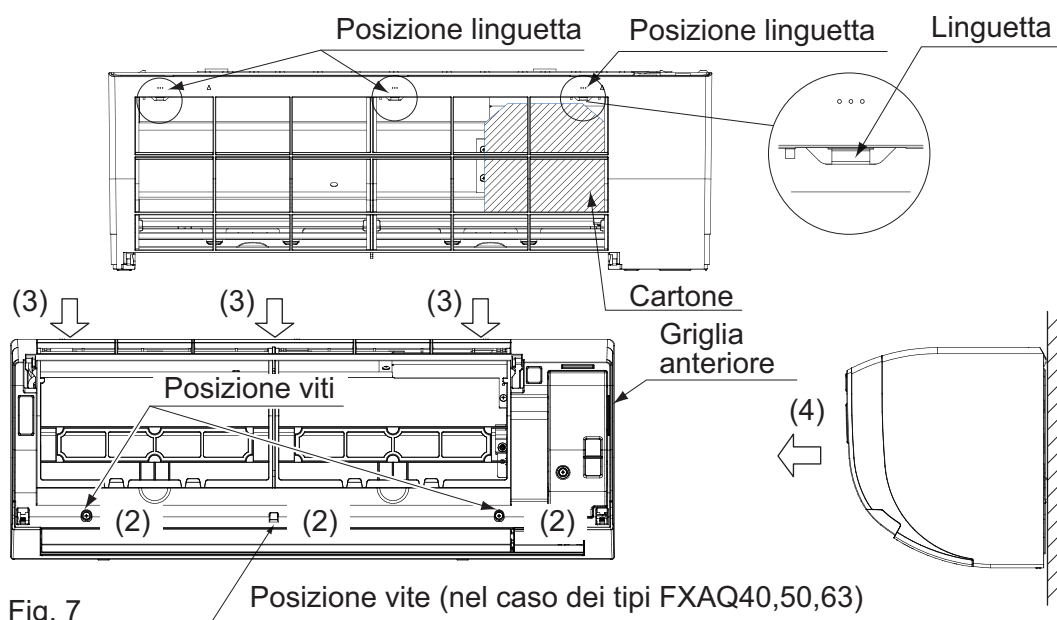

Fig. 7
- Rimuovere la griglia anteriore. (Fare riferimento alla Fig. 7)
- Allo stesso tempo, rimuovere il materiale tampone inserito al passo (6).
- Rimuovere la griglia anteriore. **(Fare riferimento alla Fig. 7)**